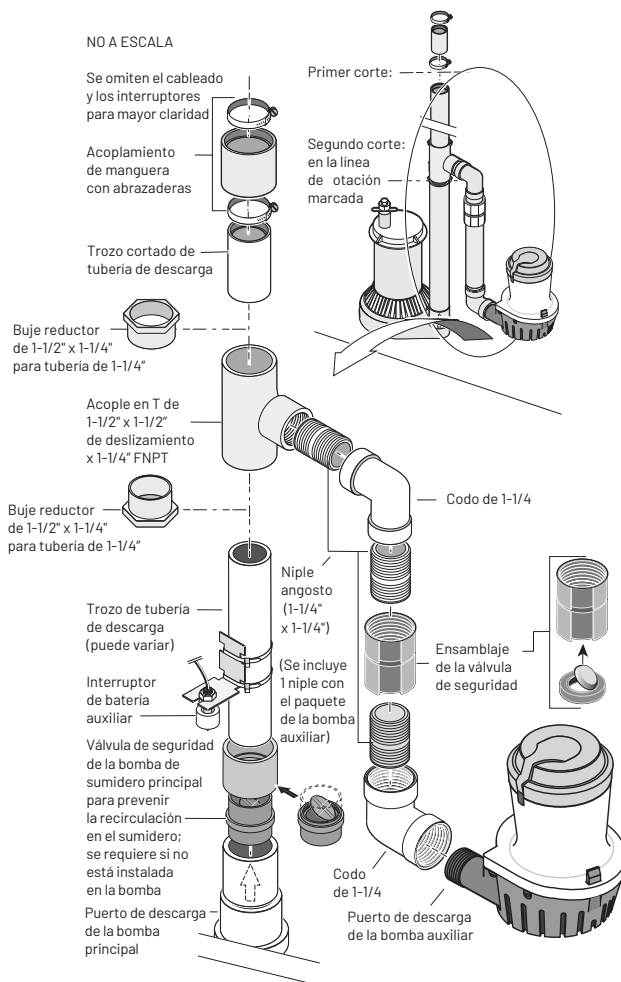

FIGURA 3: INSTALACIÓN DEL MÉTODO A
- De ser posible, instale la BBU de modo tal que la descarga vaya directamente al exterior (separe el tubo de descarga del tubo de descarga de la bomba de sumidero principal). Si esta opción no es práctica, consulte la opción "Descarga común" (Figura 3).
- NOTA:** Verifique que la válvula de retención esté instalada en la dirección correcta. Vea el esquema del recuadro en la figura 3.